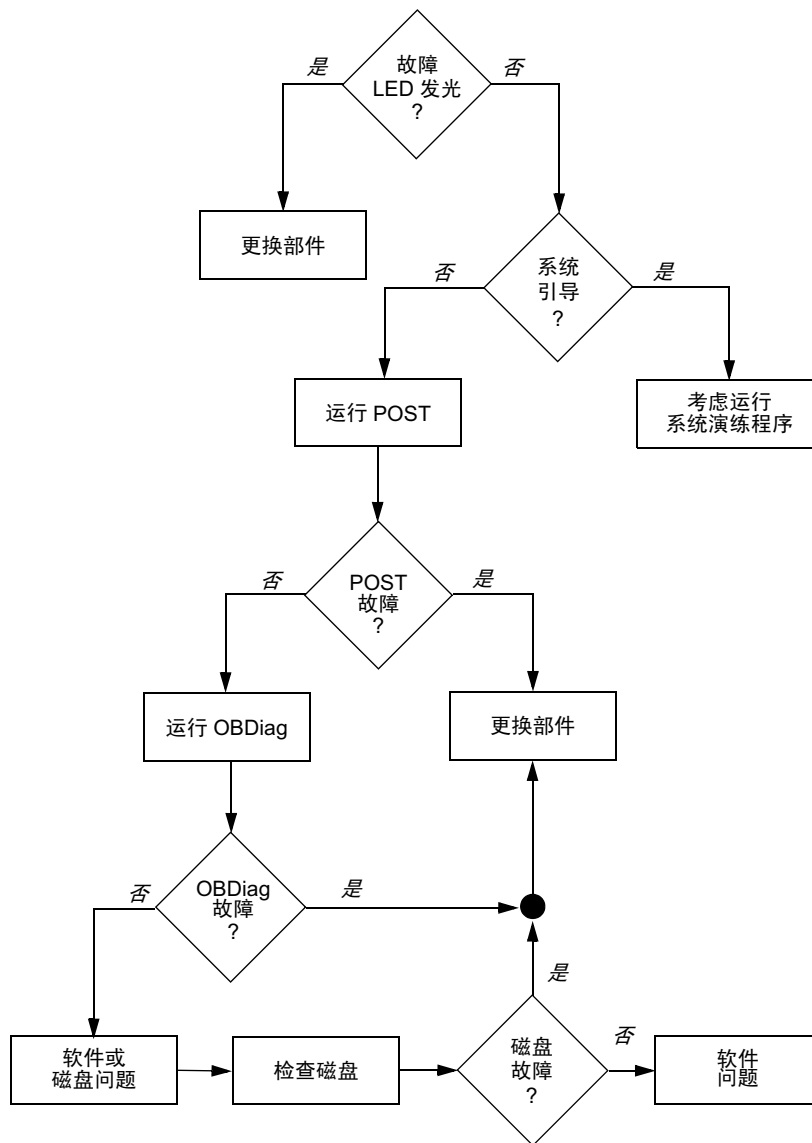

图 10-1 选择用于隔离硬件故障的工具
- 如果系统能够进行引导，则应该使用功能更为全面的工具。典型的故障隔离过程如以下的图 10-1 所示。